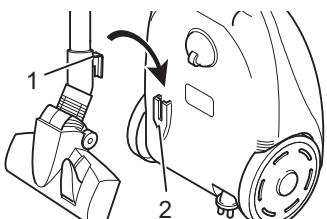

Abb. 17
■ Zum **Aufbewahren** können Sie den Parkhaken (Abb. 17/1) in die Verstauhalterung (Abb. 17/2) unten am Bodenstaubsauger einhängen.